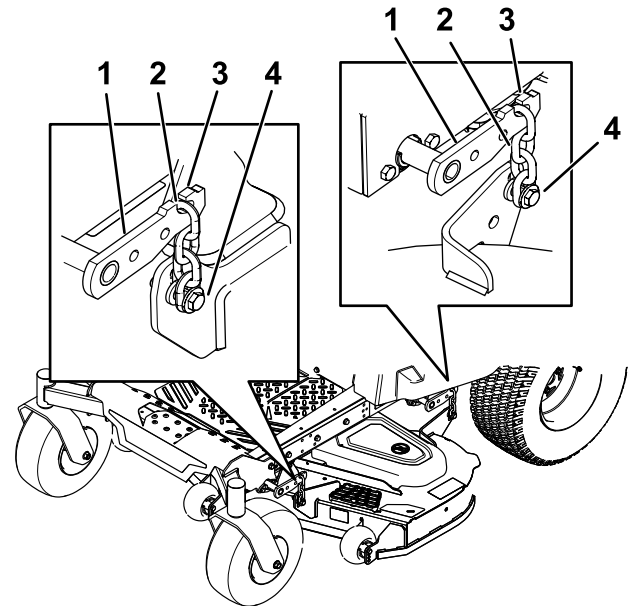

Figura 67
- Retire las cadenas de los ganchos de los brazos de elevación de la carcasa (Figura 67).
6. Eleve la parte trasera de la carcasa de corte y conecte las cadenas a los brazos de elevación traseros (Figura 67).
7. Conecte las cadenas delanteras a los brazos de elevación delanteros (Figura 67).